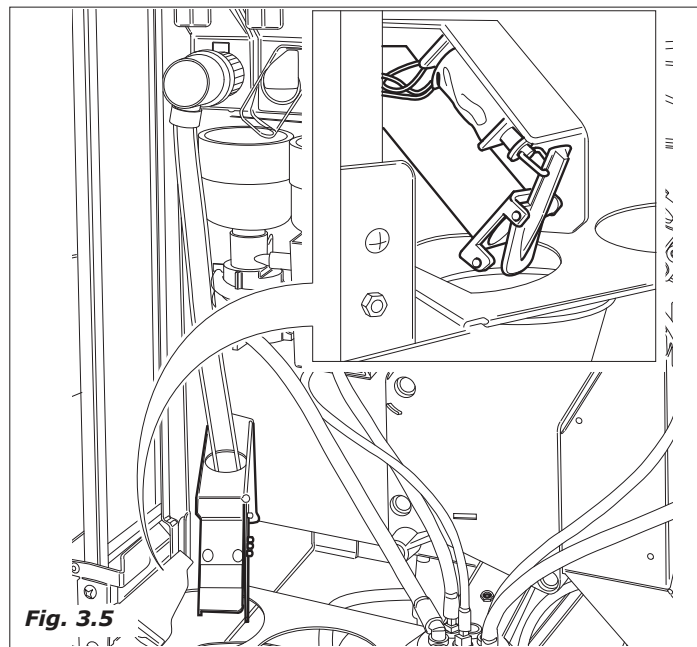

Fig. 3.5
- 2 L'électroaimant s'active et permet l'écoulement du sucre du plateau vers le toboggan qui le déversera dans le gobelet (figure 3.5).